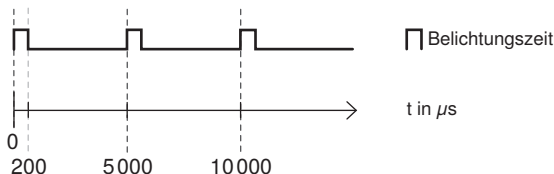

Abb. 60: Interner Trigger
- » Messrate: 200 Hz (d. h. alle 5000 μs eine Messung, siehe Abb. 60)